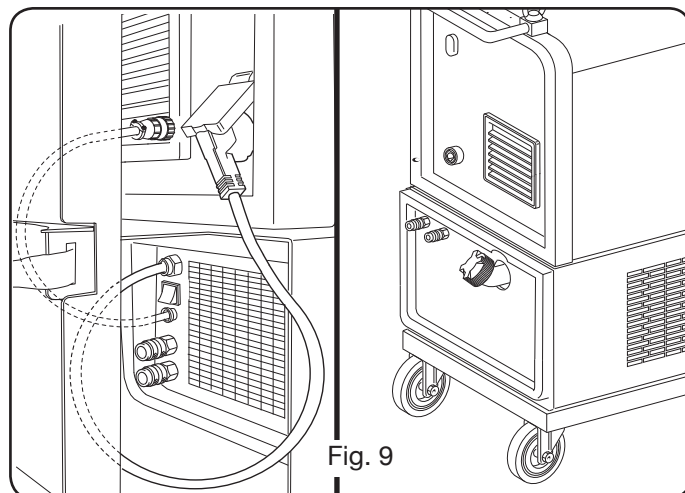

Fig. 9
3.5 MONTAGGIO DEL GRUPPO DI RAFFREDDAMENTO (ART. 1683 - FORNITO A RICHIESTA SU ARTT. 306-308-315-316) (Fig 9).